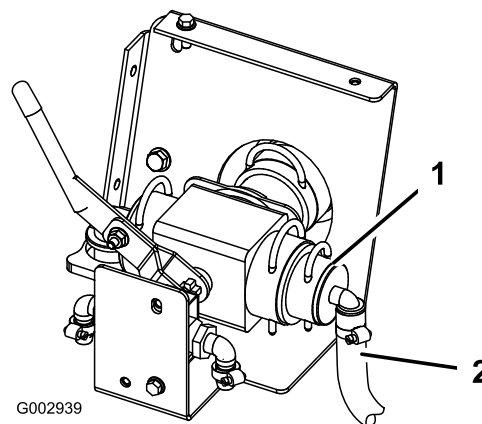

Figura 39
22. Collegate il gruppo flessibile da 3/4 poll. al gruppo valvola di comando rivolto verso la parte anteriore del veicolo (Figura 39).